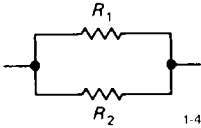

Figure 1.4
2. La résistance de deux résisteurs en parallèle (figure 1.4) est égale à